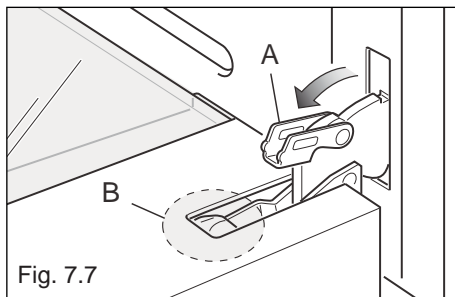

Fig. 7.7
- Ouvrez complètement le levier "A" sur les charnières de gauche et de droite (fig. 7.7).
- Refermez doucement la porte (fig. 7.8) jusqu'à ce que les leviers "A" des charnières gauche et droite s'accrochent sur la partie "B" de la porte (fig. 7.7).